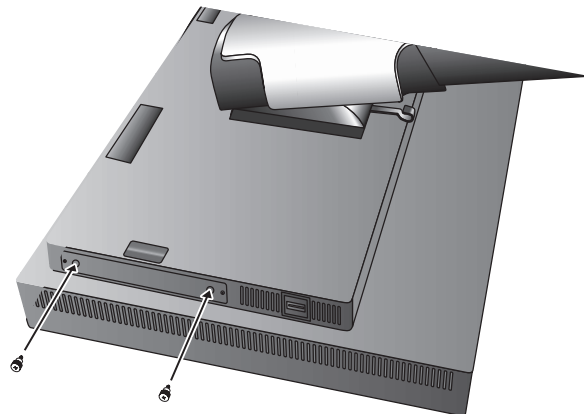

Figura G.1
2. Coloque los tornillos de mariposa suministrados en los agujeros de la tarjeta de entrada HDMI y DisplayPort (**figura G.1**).